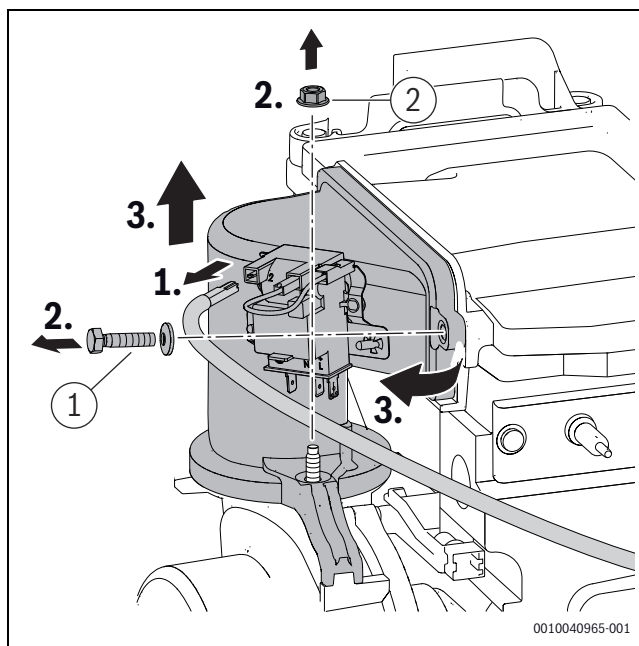

Fig. 45 Rimuovere il dispositivo di miscelazione
- Serrare la vite e il dado ([1] e [2], fig. 45) sul dispositivo di miscelazione con $5,5+0,5$ Nm.